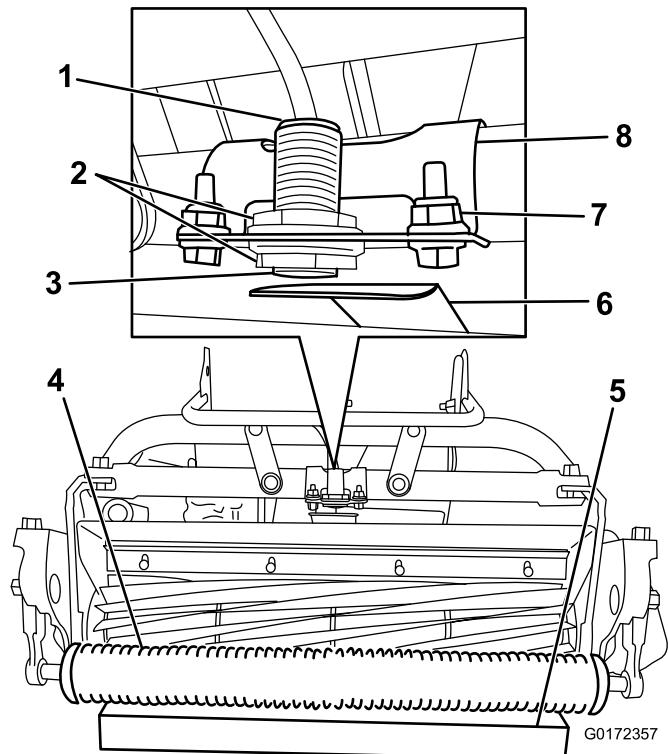

図 14
4. カッティングユニットの前ローラの下に 3.8 cm のブロックを置く (図 14)。
5. センサーのブラケットをフレームに固定している締結具をゆるめる (図 14)。
8. センサー上部にあるランプが点灯するよう に、センサーのブラケットをターゲットプレートに向ける (図 14)。すでにランプが点 灯している場合には、ランプが消えるまでブ ラケットを回し、それから元に戻してもう一 度点灯させる。
2. センサーについているジャムナットをゆるめて、ジャムナットの先端からねじ山が1山だけ見えるように調整する (図 14)。